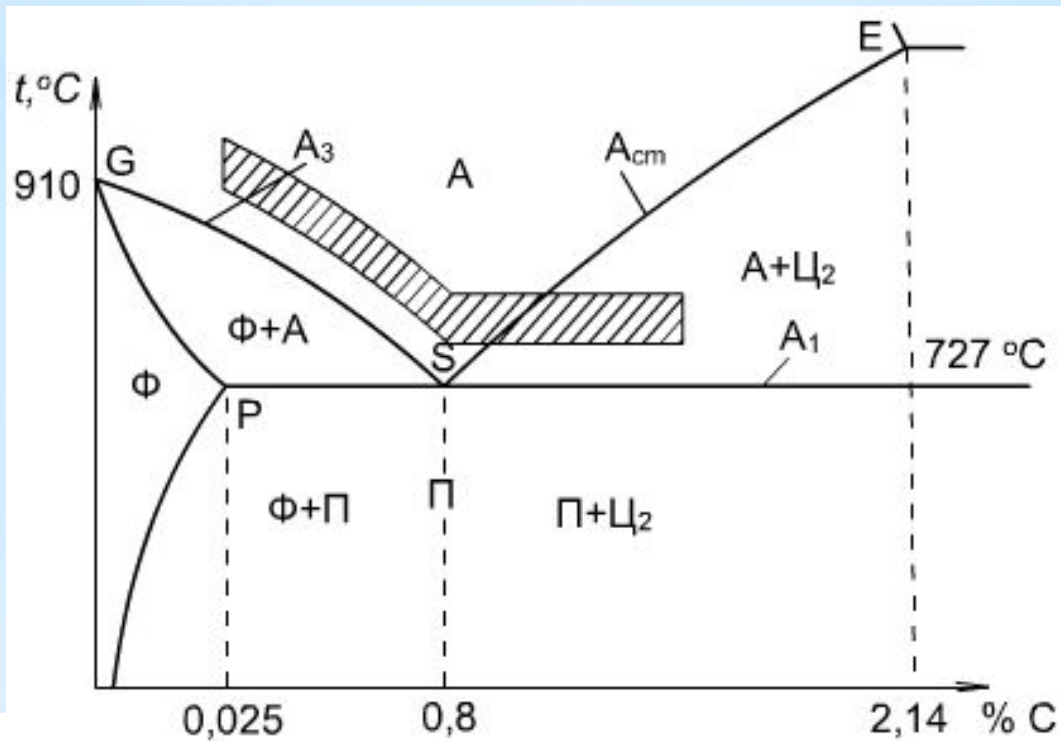

Рис. 2. Фрагмент диаграммы состояния Fe - Fe₃C с нанесенным оптимальным интервалом температур заковки
Эвтектоидная сталь содержит 0,8 % С и имеет перлитную структуру (рис. 2б) - эвтектоидная смесь феррита и цементита.
- * **Доэвтектоидные стали** содержат от 0,02 до 0,8 % С и имеют ферритно-перлитную структуру (рис. 2а).
- * Заэвтектоидные стали содержат углерода от 0,8 до 2,14 % и имеют структуру, которая состоит из перлита и цементита (рис. 2в).
Исходя из этого определяется положение оптимального интервала температур закалки углеродистых сталей на диаграмме состояния Fe - Fe₃C (рис. 2).